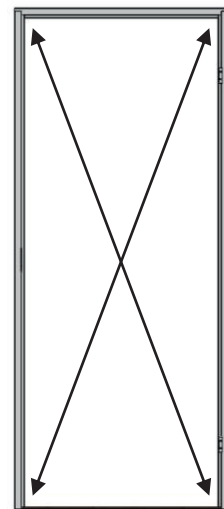

Bild 1
5. Kryssmät karmen så diagonalmåten har samma längd (se bild 1).